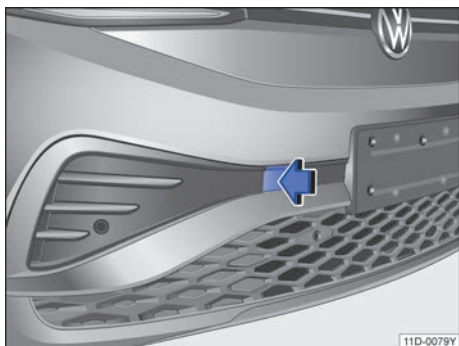

图 142 拆卸盖板
- 按压盖板的左侧区域 → 图 142 (箭头)，松开盖板的卡扣。